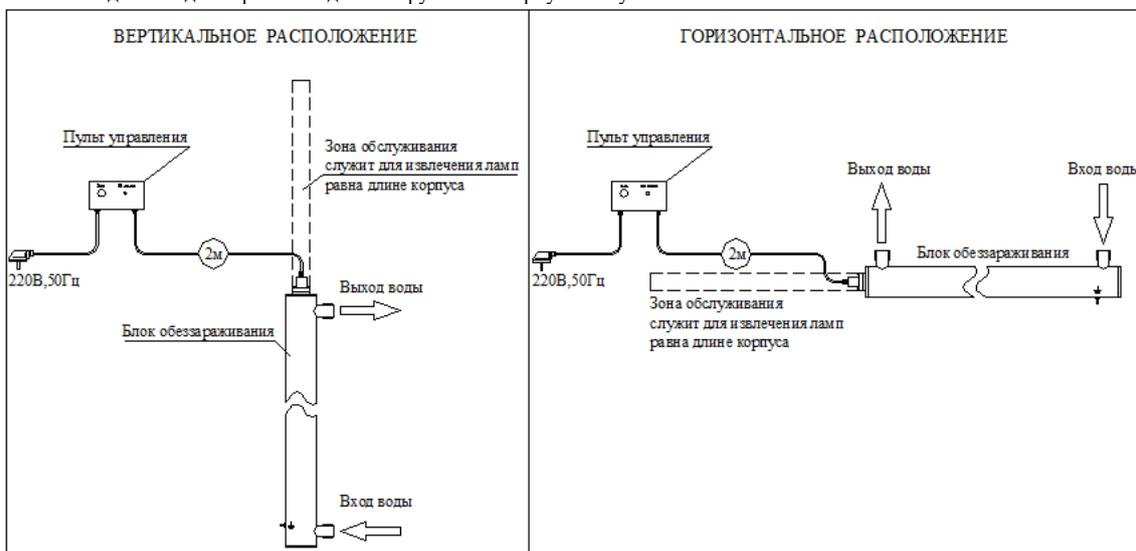

Рис. 1 Общий вид установки типа «ОДВ» расположение установки
4.1. Установка состоит из: блока обеззараживания и пульта управления. Исходная вода подается через входной патрубок (стрелка подачи воды на Рис.1), обеззараженная вода выходит через выходной патрубок. На корпусе УФ установки имеется болт заземления.
4.3. Вид шкафа управления показан на рис.1. На двери ПУ размещены:
6.1. Закрепите БО в вертикальном или горизонтальном положении Рис.1. Рядом с БО разместите ПУ. Подвесьте в удобном для наблюдения месте пульт управления. Свободное пространство (не менее длины установки) перед БО необходимо для выема кварцевых колб при ремонте установки.